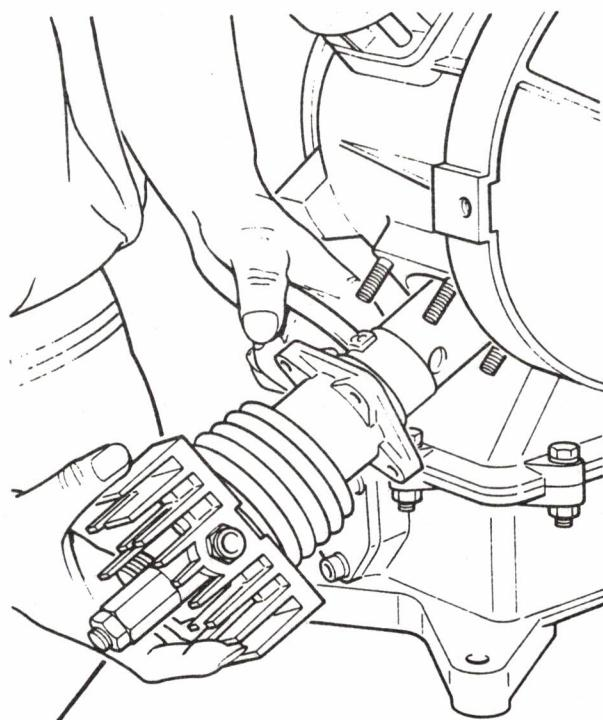

Bild 16 Zylindermontage, 2. Druckstufe
- Die Montage des Zylinders der 2. Druckstufe erfolgt mit dem Kolbenringband (1/3) (Bild 16).